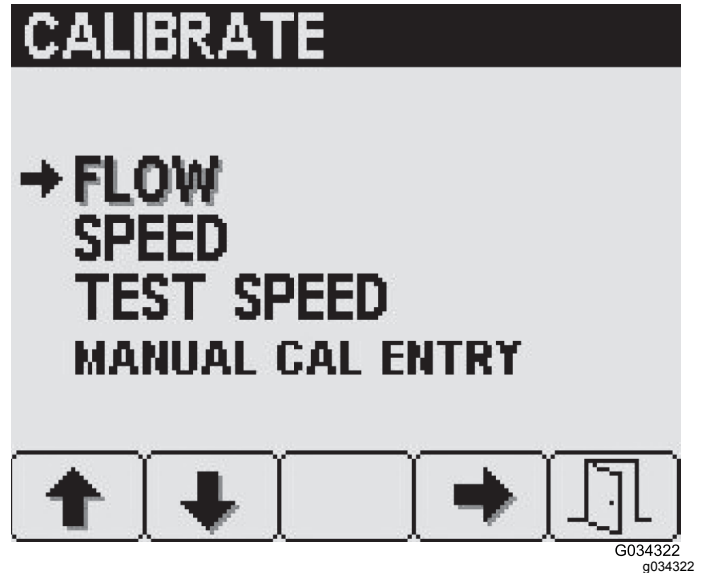

图 31
2. 要访问 Flow 流量屏幕按下 Calibration 校准屏幕上的 4 号按钮 图 31 选择 Flow 流量。
2. 要访问 Speed 速度屏幕按下 Calibration 校准屏幕上的 2 号按钮直至到达 Speed 速度然后按 4 号按钮 图 31 选择 Speed 速度。